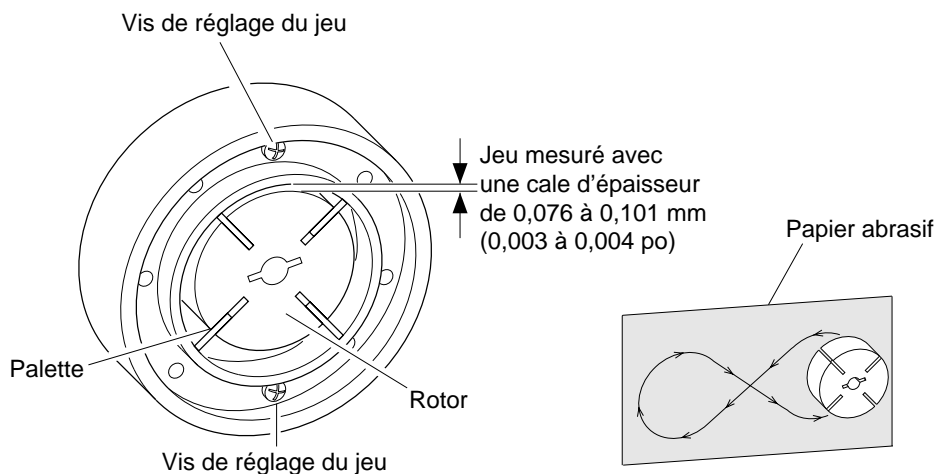

Figure 29 - Position des vis de réglage du jeu
9. Vérifiez le jeu du rotor. Si nécessaire réglez à 0,076 à 0,101 mm (0,003 à 0,004 po)(voir figure 29).